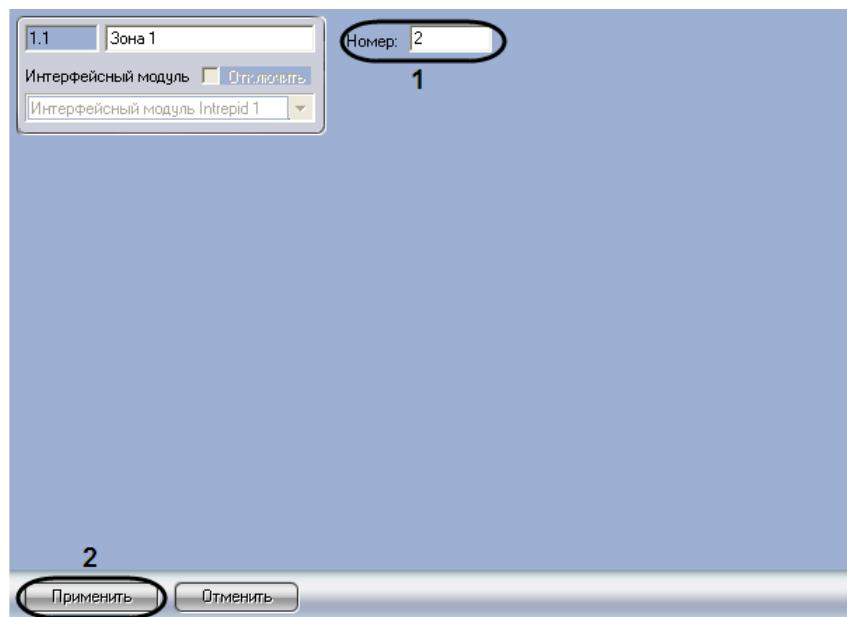

Рис. 2.3-2. Настройка зоны регистрации
1. Перейти на панель настройки объекта **Зона** (Рис. 2.3-2).
2. В поле **Номер:** ввести номер зоны регистрации, соответствующей требуемой группе контрольных сегментов кабеля в системе *Intrepid Micropoint* (см. Рис. 2.3-2, 1).
3. Для сохранения внесенных изменений нажать кнопку **Применить** (см. Рис. 2.3-2, 2).